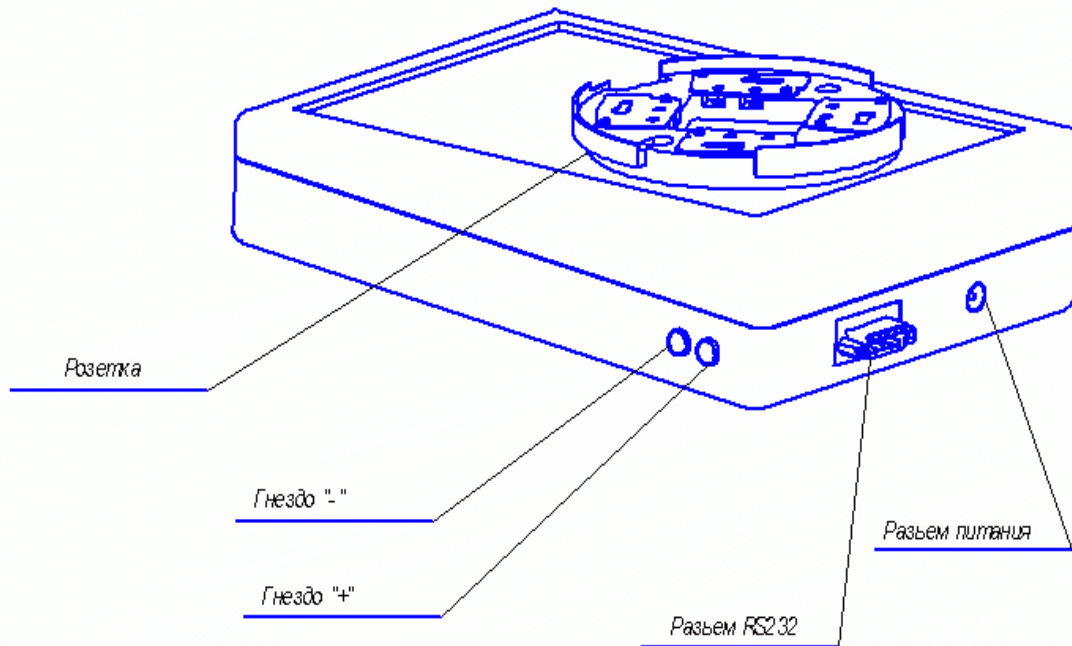

Рис.1. Внешний вид БПИ
5.2 Для выполнения работ по настройке и диагностике состояния адресных пожарных извещателей и блоков сопряжения с помощью БПИ, внешний вид которого показан на Рис.1, необходимо выполнить следующие подключения: